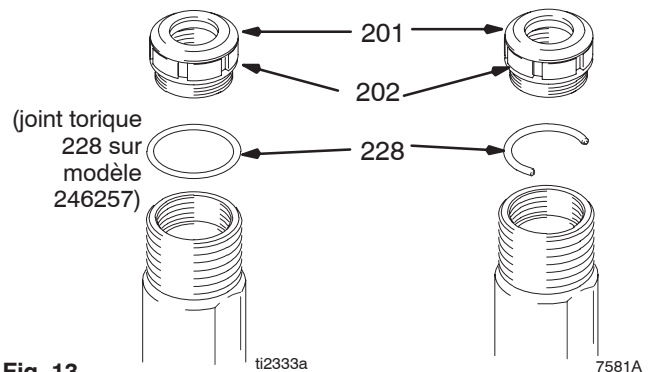

Fig. 13
Fig. 13. Placer le joint (201) sur l'écrou de presse-étoupe (202). Mettre l'entretoise de réglage du presse-étoupe (228) sur l'écrou de presse-étoupe. Monter l'écrou de presse-étoupe dans le cylindre sans le serrer.